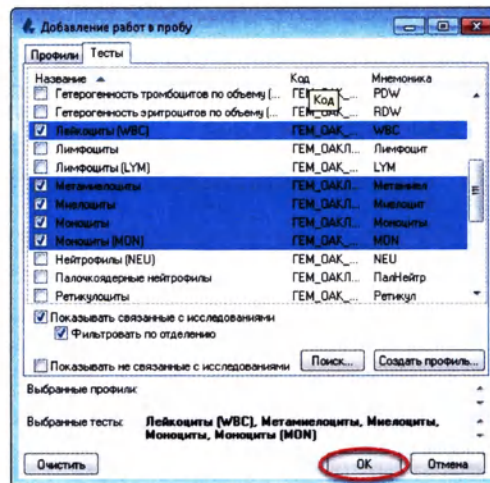

Рисунок 5.29
5. Сохраните данные, нажав кнопку «ОК» (Рисунок 5.29):